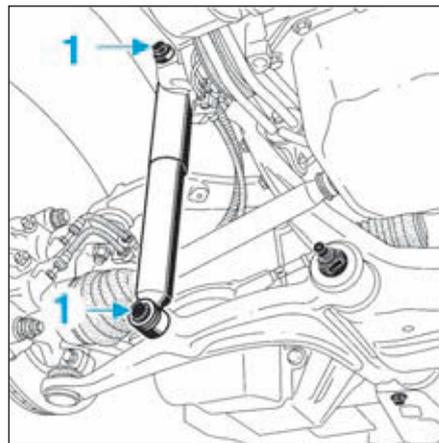

FIG.2
- Déposer les vis de fixation (1), puis déposer l'amortisseur (Fig.2).